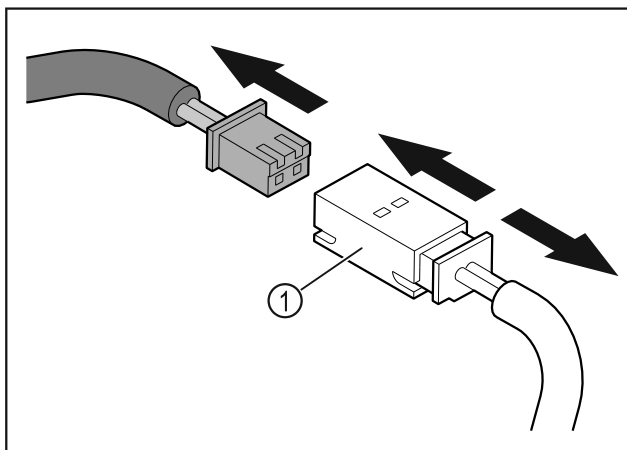

Fig. 9
- Stekker en stekkerkoppeling Fig. 9 (1) losmaken.